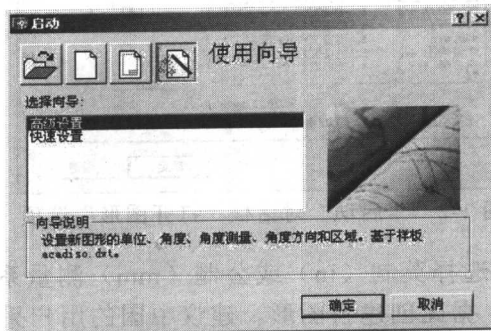
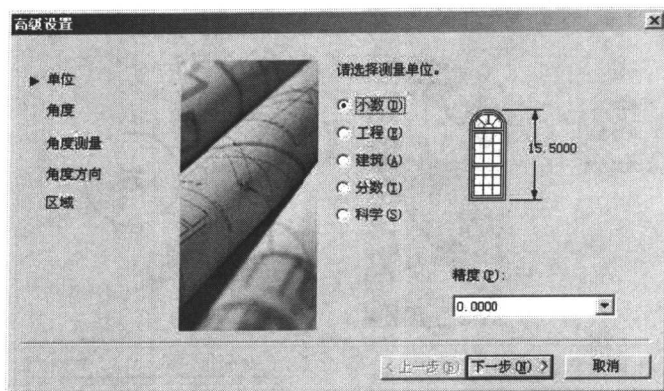

图 1-5 “使用向导”选项
图 1-6 “高级设置”对话框下的“单位”选项
(4) “使用向导”，分为使用“快速设置”向导或“高级设置”向导，如图 1-5 所示。选择“高级设置”选项，点击 **确定** 按钮，弹出如图 1-6 所示的“高级设置”对话框。在该对话框中，用户可设置单位类型以及绘图精度。